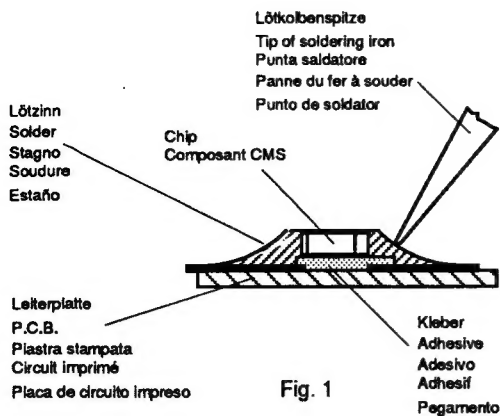

Fig. 1
1. Schritt: CHIP- Lötstelle mit Sauglitze absaugen (Fig. 1).
1. step: Clean the CHIP soldering point with a solder wick (Fig. 1).
1. Aspirer la soudure du composant CMS à l'aide de la tresse à souder (Fig. 1).
1. Aspirare i punti di saldatura del CHIP con una calza dissaldante (Fig. 1).
- Primer paso: Aspirar el estaño del punto de soldadura con un aspirador de los tipos de pera o de resorte (Fig. 1).
Vor Servicearbeiten kann es zweckmäßig sein, die Cassettenklappe 121 (mit Equalizer) durch Herausdrehen der Halteschrauben C (Abb. 1) weiter zu öffnen.
- 1. Gehäuserückteil 120 abnehmen, (Abb. 1, 2 und 3)**
- 2. Verstärkerplatte 202 herausklappen, (Abb. 1, 3 und Abb. 4)**
It can be useful to open the cassette lid 121 (with equalizer) wider before starting repair works by undoing the securing screws C (Fig. 1).
- 1. Removing the back panel 120 (Fig. 1, 2 and 3)**
- 2. Loosening the amplifier pcb 202 (Fig. 1, 3 and 4)**